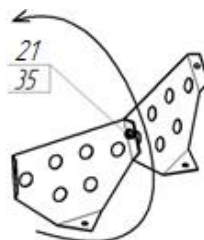

Рис. 16
3.11. Преодолевав усилие пружины (17), оттянутьфиксатор (4)вниз и повернуть емкость на удобный угол. Прикрепить лопасти (6) к емкости нижней (8) и емкости верхней (19), с помощью болтов (22), шайб (13) и гаек (35), при этом, шайбы установить с наружной стороны ёмкостей.
**Возможна комплектация бетоносмесителя сборными лопастями (рис. 16).** В этом случае необходимо две полу-лопасти скрепить между собой болтом (21) и гайкой (29). После установить в бетоносмеситель по направлению вращения ёмкости (указано на рис. 16 стрелкой)с помощью болтов (22), шайб (13) и гаек (35).